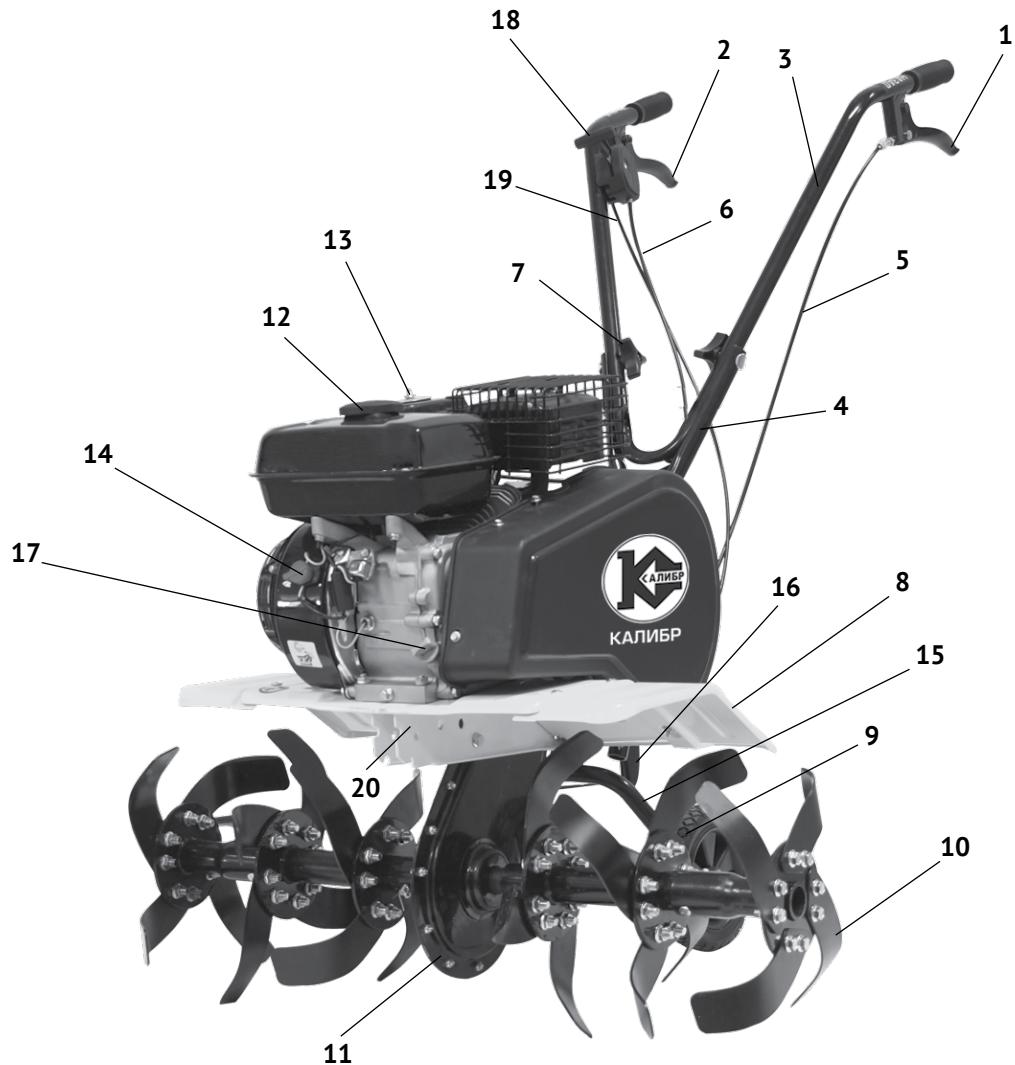

рис. 1
Двигатель работает на неэтилированном бензине АИ- 92. Он оснащён мембранным карбюратором и электронной системой зажигания. Для запуска двигателя служит ручной стартер. Органы управления культиватором (рычаги привода фрез для движения «вперёд»/«назад» и рычаг управления дроссельной заслонкой) расположены на рукоятке управления (рис.1 поз.3).
Двигатель культиватора и передаточный механизм закреплены на раме (рис.1 поз.20). Коленчатый вал двигателя, расположенный горизонтально, передаёт крутящий момент, ремёнными передачами, на большой двухручьёвый шкив, закреплённый на ведущем валу с приводной звёздочкой цепи. Передача вращения с ведущего вала на приводной вал фрез осуществляется цепной передачей. При нажатии на один из рычагов управления приводом фрез (рис.1 поз.1 или 2), ролик прижимного механизма натягивает один из ремней и большой шкив с ведущим валом приводной звёздочки цепи начинает вращаться. Ведомая звёздочка с валом редуктора передаёт вращение на фрезы культиватора. При движении «вперед» (нажат рычаг 2 рис.1) фрезы культиватора производят обработку грунта. Движение «назад» (нажат рычаг 1 рис.1) применяется для отвода культиватора после обработки, при невозможности его разворота (мешают кусты, опоры, деревья).
2.5 Общий вид культиватора представлен на рис.1
- присоединив колёса с двух сторон к опорному кронштейну, зафиксировать их болтовым соединением с внешней стороны кронштейна (рис.1 поз.15).
- совместить крепёжные отверстия в нижней части рукояток управления (рис.1 поз.4) с отверстиями на раме культиватора;
- прикрепить верхнюю рукоятку (рис.1 поз.3) к нижним гайками-барашками.
- установить регулятор глубины вспашки (рис.1 поз.16) на раму культиватора;
- раскрутить винтовое соединение рычага управления дроссельной заслонкой (рис.1 поз.18);
- прикрепить трос управления дроссельной заслонкой (рис.1 поз.19) так, чтобы он располагался с внутренней стороны;
- раскрутить винтовое соединение рычага привода фрез (рис.1 поз.1 и поз.2);
Внимание! Установку и первоначальную регулировку тросов привода фрез (рис.1 поз.5 и 6), управления дроссельной заслонкой (рис.1 поз.19) рекомендуется провести в сервисном центре или доверить квалифицированному специалисту.
- для удобства транспортировки культиватора, регулятор глубины вспашки (рис.1 поз.16) установить в самое верхнее фиксированное положение.
Выкрутите пробку-щуп (рис.1 поз.17) из маслозаливной горловины и залейте в картер масло необходимой марки до нижнего края горловины. Вставьте сухой чистый щуп в горловину картера и выньте его. Проверьте уровень масла: граница смоченной области щупа должна располагаться между отметками минимального и максимального уровней.
Открутите крышку топливного бака (рис.1 поз.12). Заливайте бензин в топливный бак не более чем на 1 см ниже уровня основания заливной горловины. Перед запуском двигателя
Перед запуском убедитесь, что рычаги привода фрез (рис.1 поз.1 и 2) не нажаты.
- перевести выключатель зажигания (рис.1 поз.14) в положение «ON» – включено;
После прогрева двигателя в течение 10-40 секунд (в зависимости от начальной температуры), переведите рычаг воздушной заслонки в крайнее правое положение - «открыто», а рычаг управления дроссельной заслонкой (рис.1 поз.18) в положение «минимально».
- отпустить рычаг привода фрез (рис.1 поз.1 или 2) для их остановки;
- перевести рычаг регулировки дроссельной заслонкой (рис.1 поз.2) в положение «минимально»;
- выключатель зажигания (рис.1 поз.14) поставить в положение «OFF» – выключено;
- отпустить рычаг привода фрез (рис.1 поз.2 – движение «вперёд») для их остановки;
- нажать рычаг привода фрез (рис.1 поз.1 – движение «назад»).